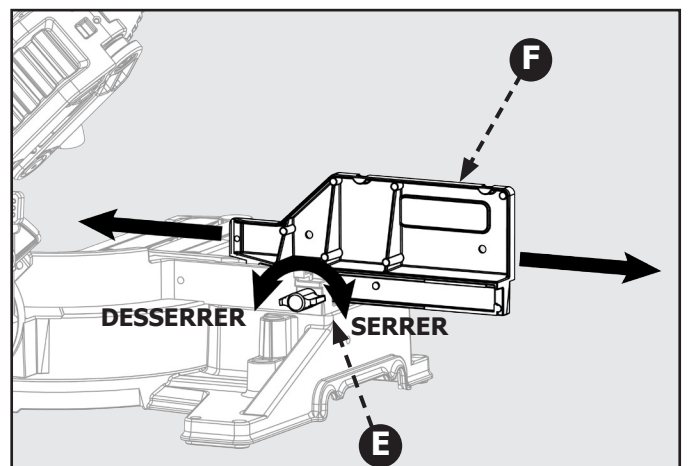

Figure 33
Cette scie dispose d'un guide avec rallonge ajustable. Pour étendre ou replier le guide, consultez la figure 33 et suivez ces instructions : Dévissez la manette de verrouillage (E) en la tournant dans le sens antihoraire et faites glisser le guide (F) jusqu'à la position désirée. Veillez à resserrer la manette de verrouillage (E) en la tournant dans le sens horaire.
**⚠ DANGER:** Vérifiez toujours la manette de verrouillage (E) pour vous assurer qu'elle est bien vissée avant d'effectuer une coupe. Le défaut de s'y conformer peut provoquer des blessures.